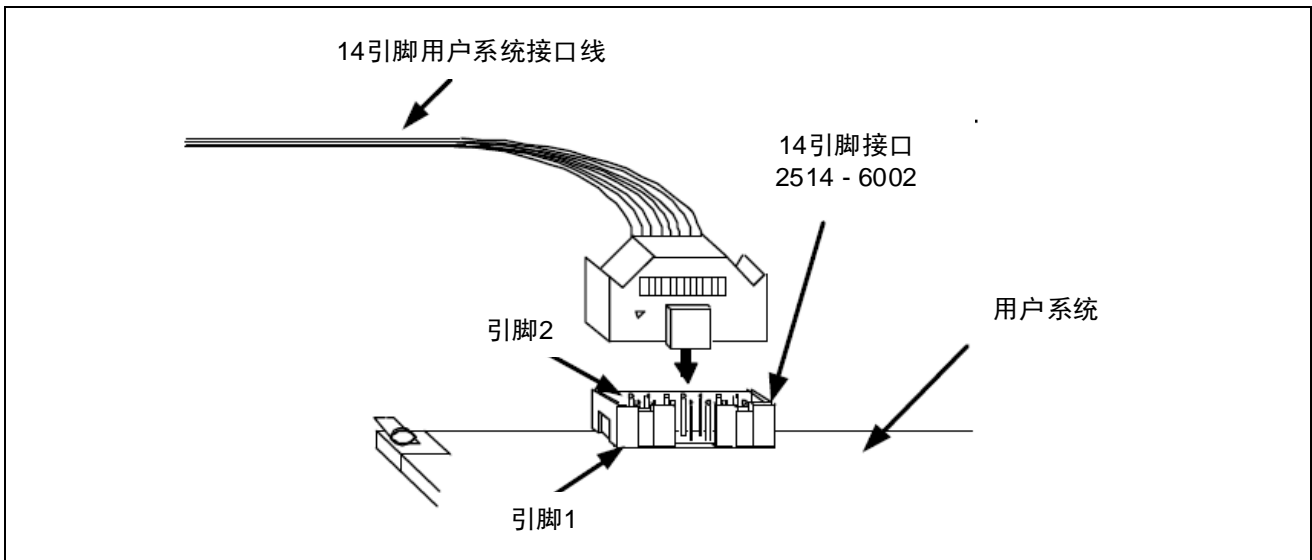

图 2.2 EZ-CUBE2 中 14 引脚接口的用户目标板接口电缆的连接方法
(2) 将连接用户目标板电缆的仿真器接口安装在用户目标板上。
(3) 关于接口的引脚排列，请参阅“3.如何在 RL78 微控制器上使用 EZ-CUBE2”、“4.如何在 RX 微控制器上使用 EZ-CUBE2”。
(4) 使用用户目标板接口电缆将 EZ-CUBE2 连接到安装在用户目标板上的仿真器接口。图 2.2 显示了如何将 EZ-CUBE2 连接到仿真器接口。